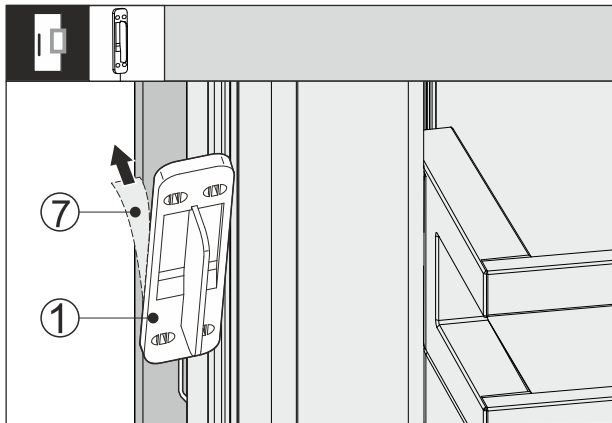

Fig. 64
- Schutzfolie Fig. 64 (7) auf der Rückseite des Klopfsensors Fig. 64 (1) abziehen.